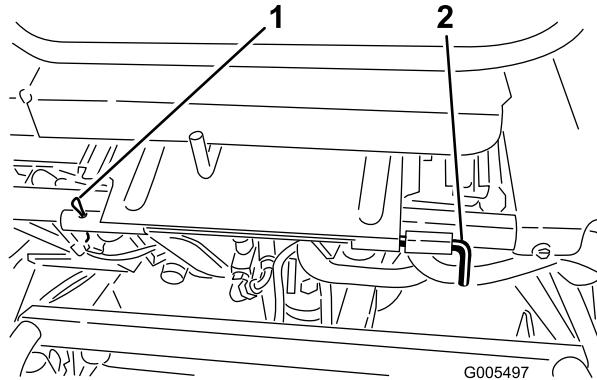

Bild 9
8. Montieren Sie den Sitz in der Betriebsstellung (Bild 9). Setzen Sie die Sitzdrehstange und den Spannstift ein.